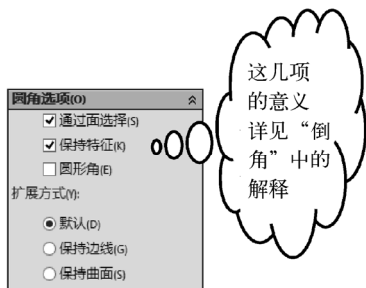
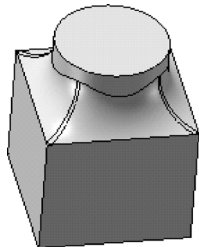

图 3-87 “圆角选项”卷展栏
图 3-88 “保持边线”复选框的作用
- “恒定大小”方式下的“圆角选项”卷展栏（见图 3-87）：“保持边线”复选框用于令模型边线保持不变，而圆角自动调整（见图 3-88）；“保持曲面”复选框可以令圆角边